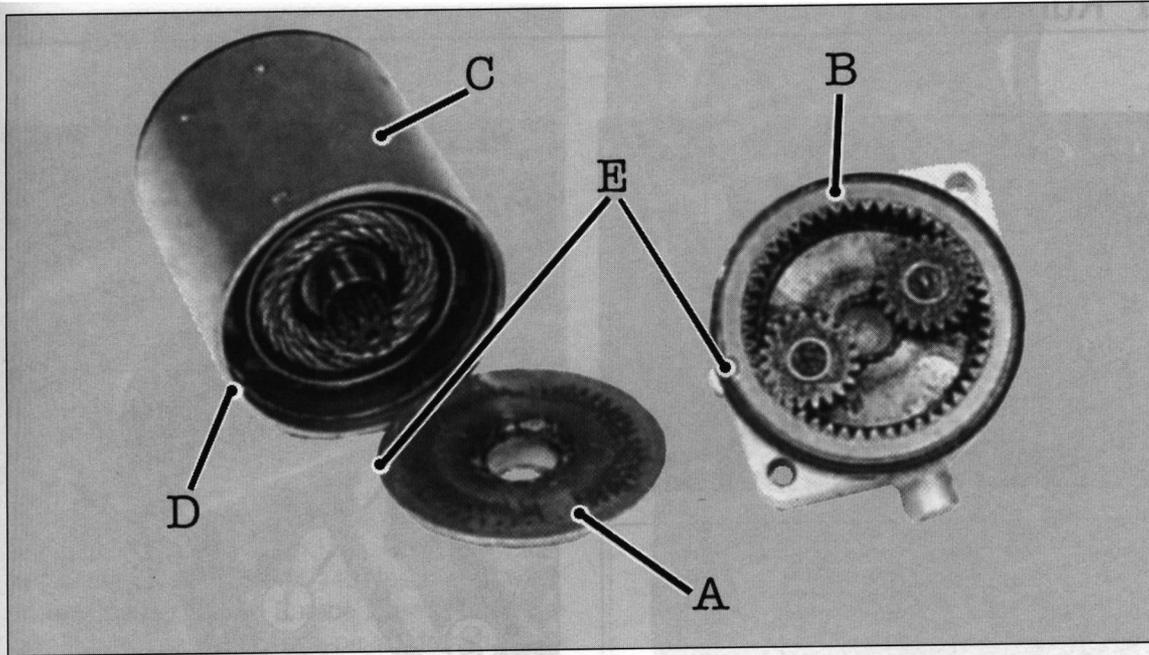

Bild 138
- Anker in Gehäuse einführen. Halterung «A» Bild 138 zwischen Startergehäuse und Deckel mit Planetengetriebe «B» montieren. Gehäuse-nase «D» auf Aussparungen «E» ausrichten.